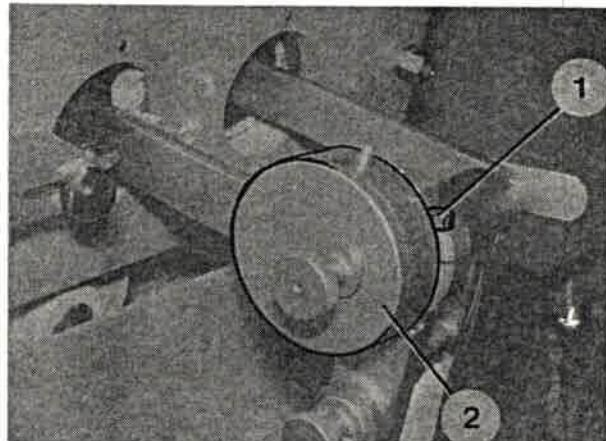

Bild 243
1. Klemmschraube (Bild 243/1) lösen.
2. Aufnahme (Bild 243/2) des Exzentrers entsprechend verdrehen und Klemmschraube wieder festziehen.